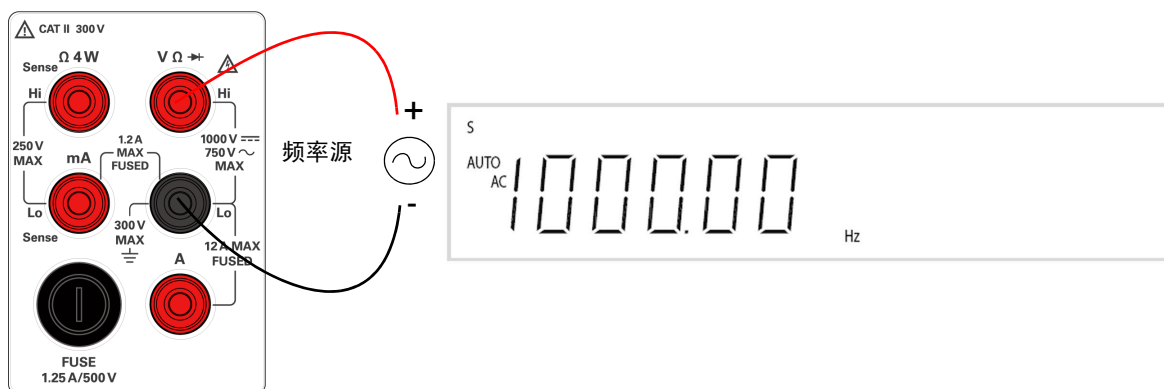

图 2-5 频率端子连接和显示
- 2 按图 2-5 所示，将红色和黑色测试引线连接到输入端子。